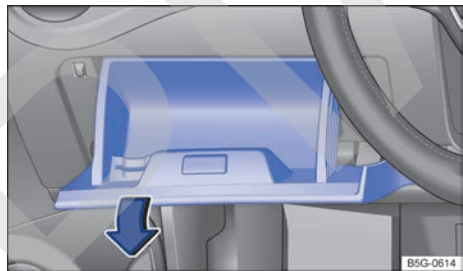

Fig. 201 Tapa de la caja de fusibles del tablero de instrumentos: vehículos con el volante a la izquierda, a la izquierda junto al volante.
- Abra el portaobjetos del lado del conductor y, dado el caso, vacíelo → fig. 201.